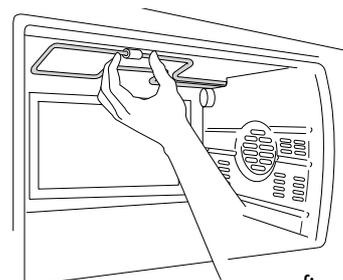

fig. 14
- retirar o vidro de protecção (X) desapertando-o no sentido contrário aos ponteiros do relógio e substituir a lâmpada (Y) por outra do mesmo tipo. (ver a fig. 14). Apertar novamente o vidro de protecção (X).